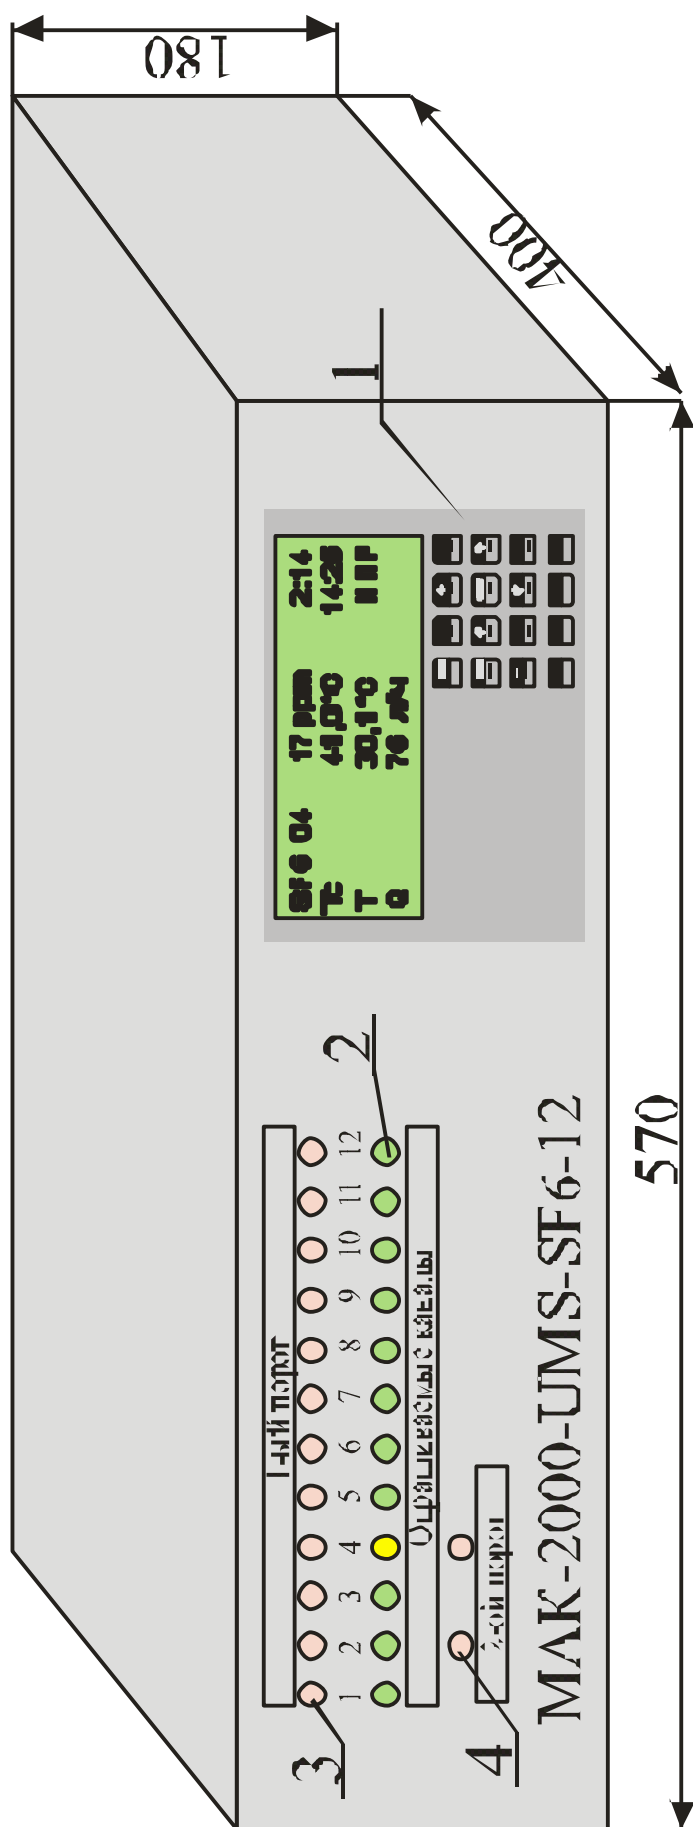

Рис.1. Внешний вид газоанализатора “МАК-2000-UMS-SF₆-12”
8.2.2. Газоанализатор смонтирован в стандартном корпусе фирмы RITTAL (см. рис.1,2). Конструкция газоанализатора позволяет его устанавливать горизонтально на столе, а также на шасси в пылевлагозащищенном шкафу (по заказу Потребителя). Рабочее положение корпуса ГА – горизонтальное, отклонение от горизонтали (желательно) не более 20°...